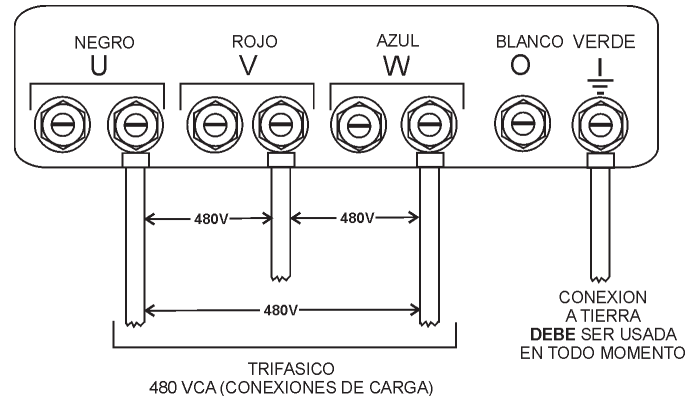

Figura 27. Contactos de las terminales UVWO conexiones 1Ø-480V
2. Conecte los cables de carga a las terminales UVWO como se muestra en la Figura 27.